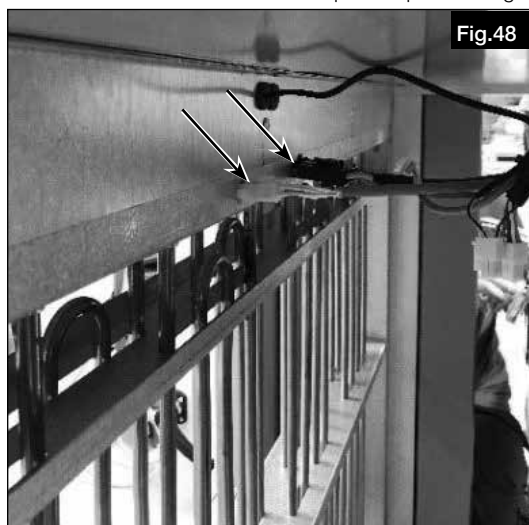

Fig.48
2. Déconnecter les raccords électriques du préchauffage électrique (voir Fig.48).